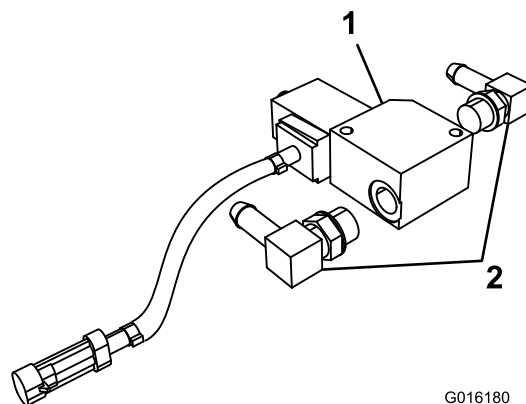

図 4
14. ソレノイドバルブの前後に油圧フィッティング（90 度：2個）を取り付ける（図 4）。